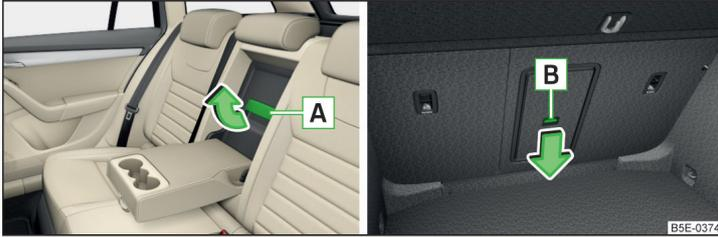

Abb. 78 Deckelgriff / Entriegelungstaste
- Den Griff **A** » Abb. 78 in Pfeilrichtung ziehen und den Deckel herunterklappen.
- Die Entriegelungstaste **B** » Abb. 78 in Pfeilrichtung schieben und den Deckel mit der Armlehne nach vorn klappen.
Darauf achten, dass die Armlehne nach dem Schließen immer eingerastet ist. Das lässt sich daran erkennen, dass das rote Feld oberhalb der Entriegelungstaste **B** » Abb. 78 vom Gepäckraum aus nicht zu sehen ist.